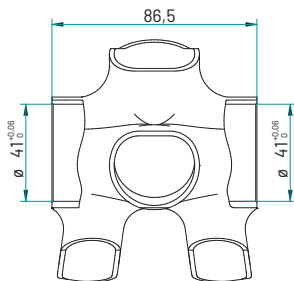

Fig. 1
- Controllare che le misure del movimento centrale corrispondano con quelle della scatola movimento della bicicletta. Le misure della scatola telaio con le relative tolleranze corrette sono riportate in (Fig. 1).
- Check that the measurements of the bottom bracket correspond to those of the bottom bracket shell of your frame. The measurements of the frame bottom bracket shell with the relevant correct tolerances are shown in Fig. 1.
- Vérifiez que les mesures du boîtier de pédalier correspondent à celles du cadre. Les dimensions du boîtier de pédalier et ses tolérances correctes sont indiquées dans la (Fig. 1).
- Kontrollieren Sie, ob die Maße des Tretlagers denen des Tretlagergehäuses des Fahrrads entsprechen. Die Maße des Rahmengehäuses mit den entsprechenden Toleranzen sind in (Abb. 1) wiedergegeben.
- Compruebe que las medidas del movimiento central correspondan con las de la caja de pedalier de la bicicleta. Las medidas de la caja del cuadro con las correspondientes tolerancias correctas se muestran en (Fig. 1).